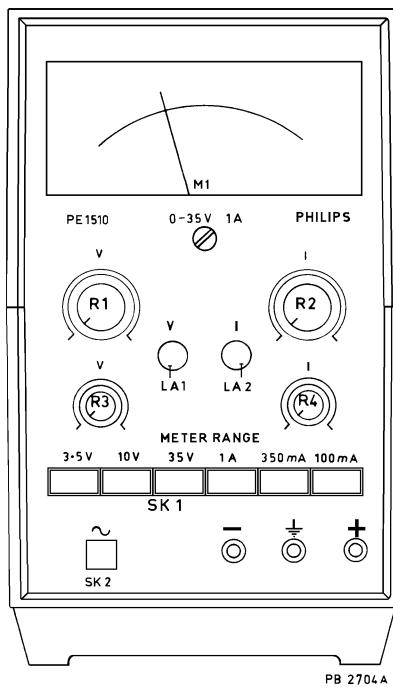

Fig. 1
III. BEDIENING (zie fig. 1)
a. Fonctionnement comme alimentation stabilisée de tension continue (figure 1, 3)
b. Fonctionnement comme alimentation stabilisée de courant continu (figs. 1, 3)
III. MANIPULATIONS (voir fig. 1)